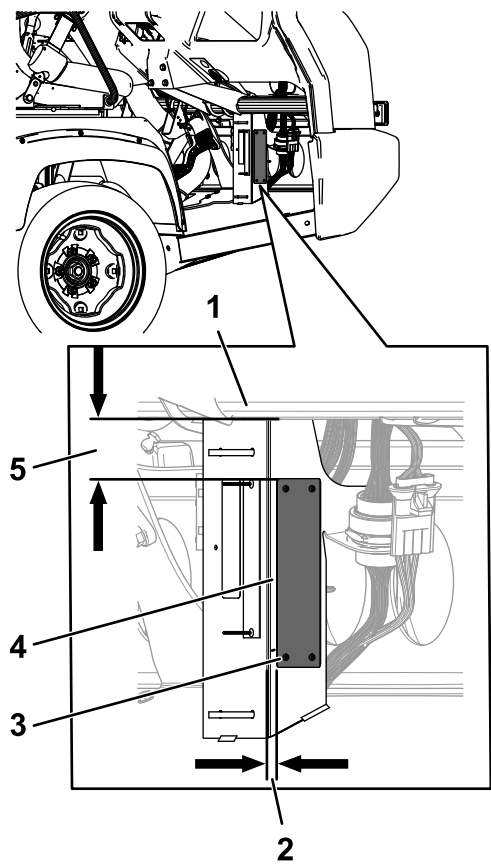

图 8
- 1. 用 4 个弹伸铆钉 (3 x 10mm) 将序列号牌安装到图 8 所示的位置。